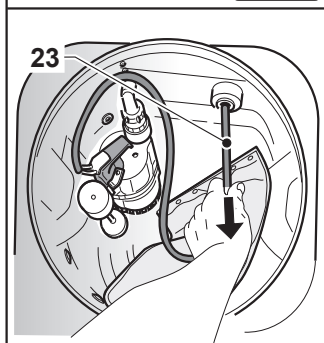

Fig. 15
- Изнутри бака потянуть за кабель (23 Рис. 15), чтобы электрическая вилка насоса для откачки установилась в свое гнездо (24 Рис. 15).